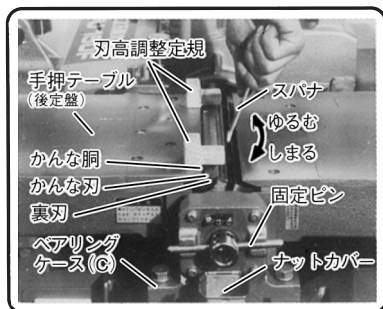

図 25
(3) かな刃をいれたら図25のように、刃高調整定規を手押テーブル(後定盤)へ取付けます。